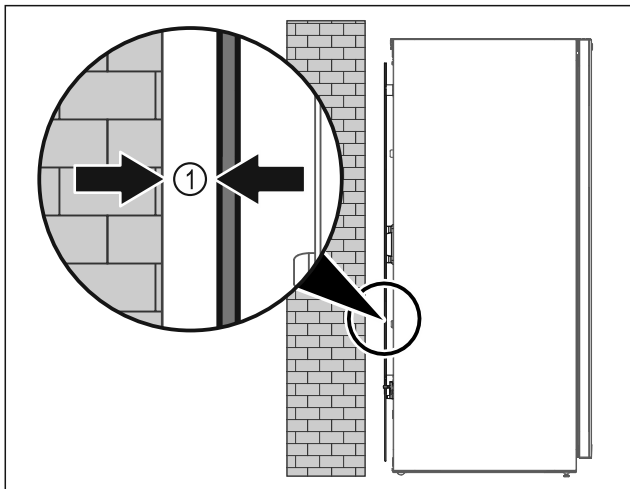

Fig. 4
- Aparat postavite na poljubno mesto v prostoru ali neposredno ob steno z minimalnim odmikom 5 mm Fig. 4 (1).